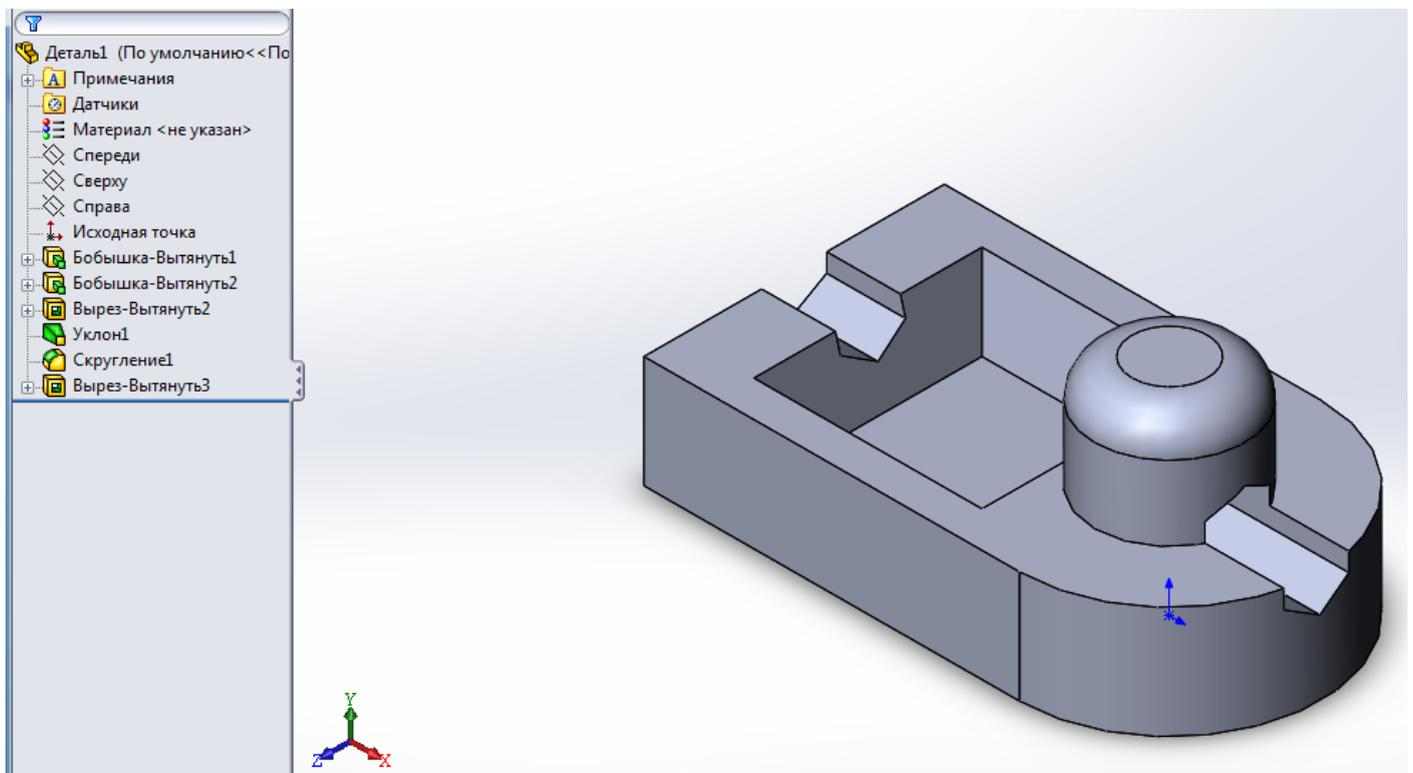

Рис. 1.28. Результат создания детали.
8.8. Активизировать функцию “Вытянутый вырез” и установить значение 150 мм по направлению внутрь детали. Результат описанных действий приведен на рис. 1.28.